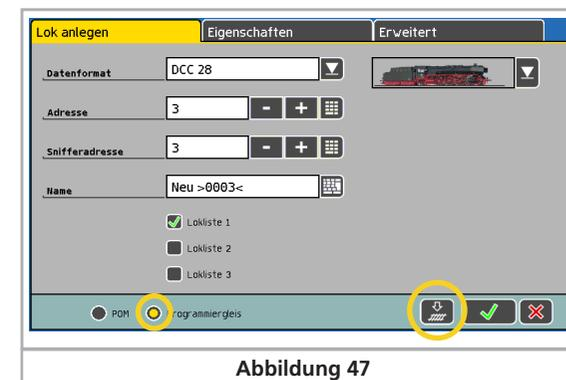

Abbildung 47
- Wählen Sie die Programmiergleisoption aus (Abb. 47).